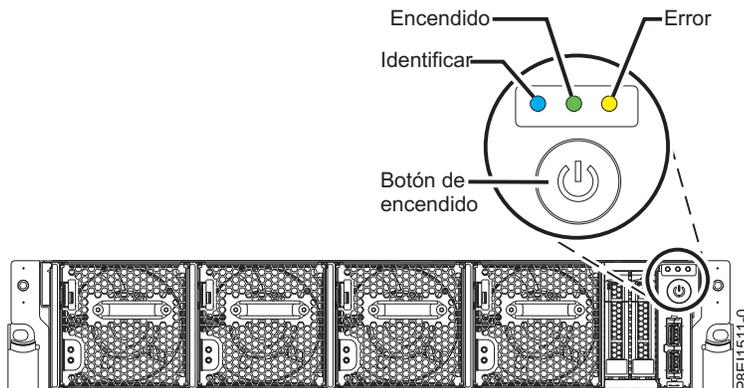

Figura 38. Botón de encendido
- El LED de encendido parpadea, tal como se muestra en Figura 38. Una luz intermitente indica alimentación en espera para la unidad.
3. Pulse el botón de encendido que se muestra en Figura 38. La luz de encendido deja de parpadear y queda fija, lo que indica que el sistema está encendido. Los ventiladores de refrigeración del sistema funcionan a una velocidad elevada y tras unos 30 segundos, vuelven a la velocidad normal de funcionamiento.